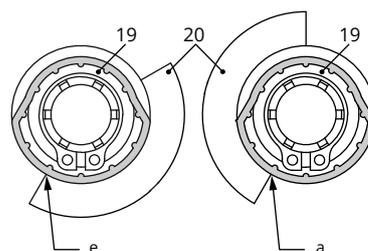

Bild 21: Schaltnocken und Schalterträger
Die Schalnocken (19) sind mit dem Nockenträger (20) und den Sicherungsringen (9) bereits zur Schalnocken-einheit (21) vormontiert (vgl. Bild 21).
3. Befestigungsschrauben herausdrehen und Antriebsplatine (12) aus ihrer Führung heraus nach rechts schieben. Platine leicht anheben und weiter in Richtung Kabeldurchführung schieben.
4. Spindelzahnrad (2) auf die Lagerhülse (13) aufstecken und einrasten. Darauf achten, dass dabei die seitliche Arretierung in die Nut der Lagerhülse eingreift.
5. Zwischenrad (1) auf Dom 1 (11.1) aufstecken, dann Zackenring (3) aufsetzen und bis zum Anschlag herunterdrücken.
6. Distanzring (8) auf Dom 2 (11.2) aufstecken.
7. Spannfeder (4) so auf den entsprechenden Dom aufsetzen, dass der lange Schenkel der Feder zwischen den Mantelflächen Distanzring (8) und Zwischenrad (1) liegt.
8. Die beiden vormontierten Schaltnocken (19) mit dem Zahnkranz voran auf den Nockenträger (20) aufstecken.
9. Einstellzahnräder (18) auf ihre Dome stecken und mit je einer Schraube befestigen. Prüfen, ob sich die Einstellzahnräder leicht drehen lassen. Schraube andernfalls wieder geringfügig lösen.
10. Die beiden Schaltnocken (19) nach Bild 21 entsprechend der Stellung der Antriebsstange auf dem Nockenträger (20) verdrehen.